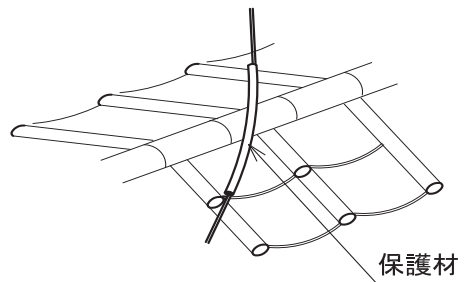

図 16
- 固定線が瓦等に接触する箇所には、必ず保護材を設置します。(16 ページ図 16,17 参照)